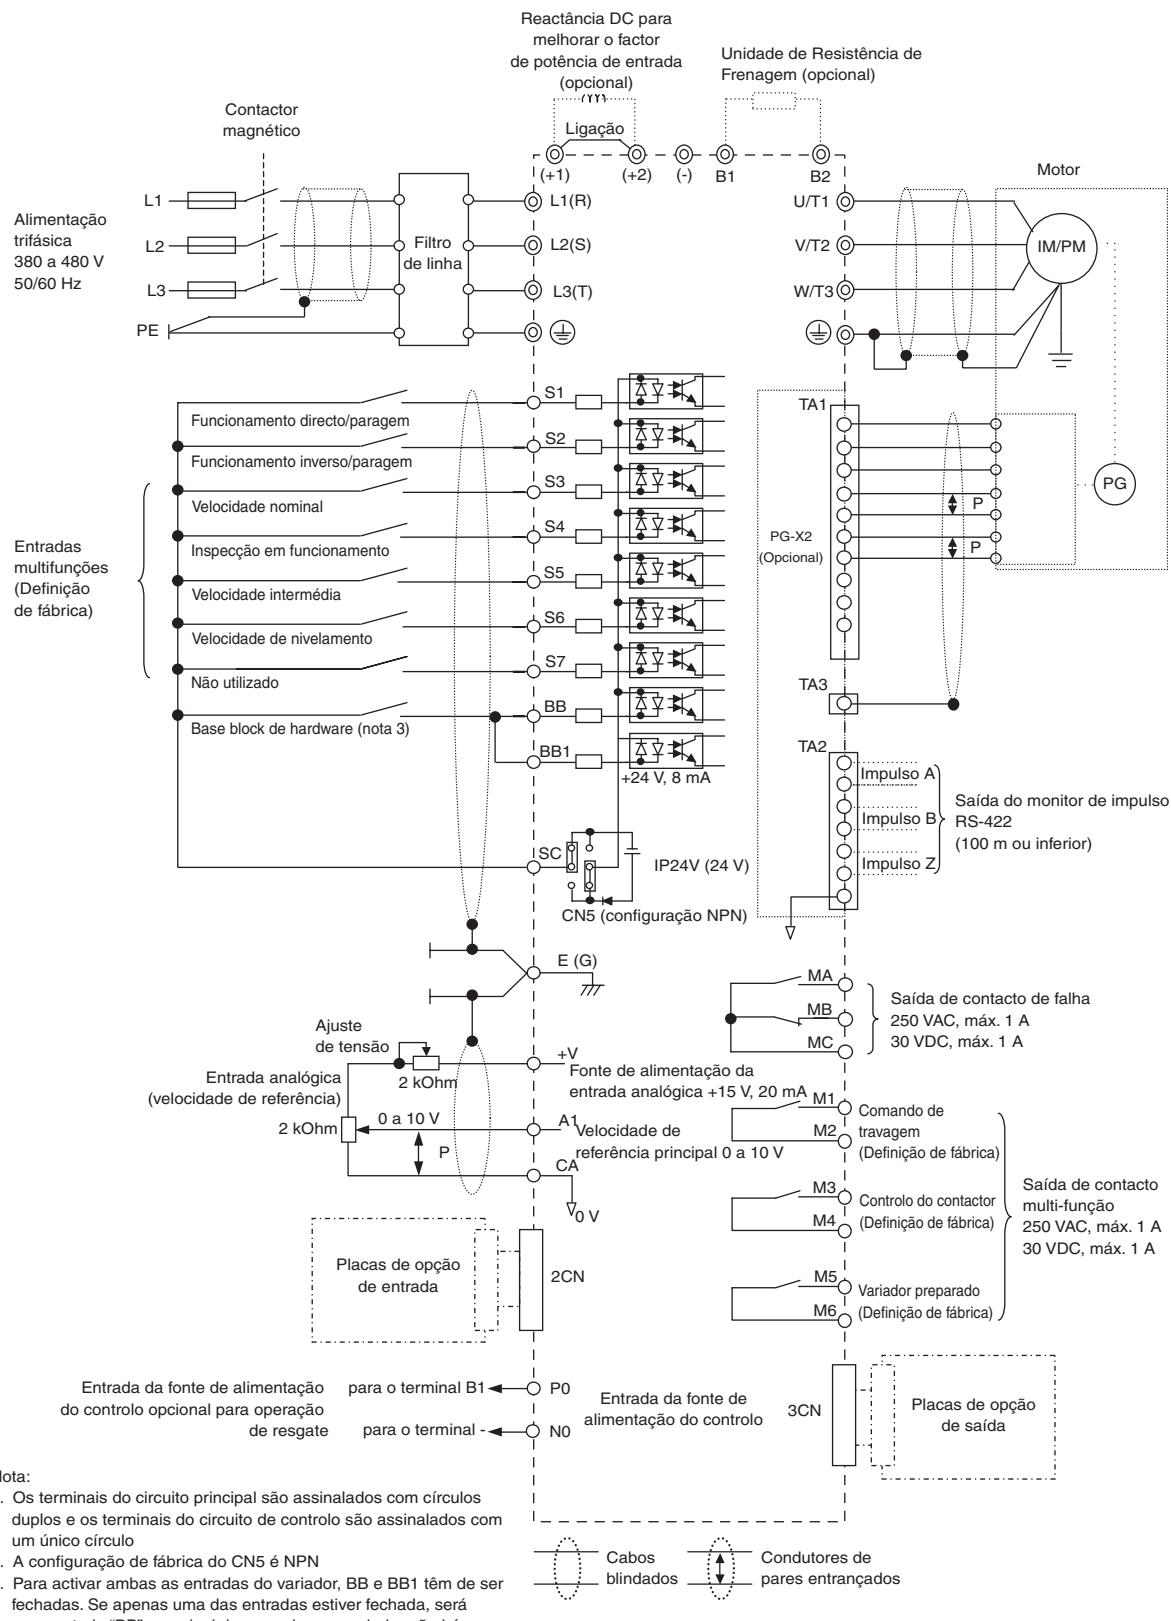

Fig 4 Diagrama de ligações
- Na Fig 4 a ligação das entradas digitais S1 a S7 e BB, BB1 é apresentada para ligação dos contactos ou transístores NPN (comum de 0V e modo NPN). Esta é a configuração predefinida. Para ligação dos transístores PNP ou para utilizar uma fonte de alimentação externa de 24V, consulte a Tabela 3.